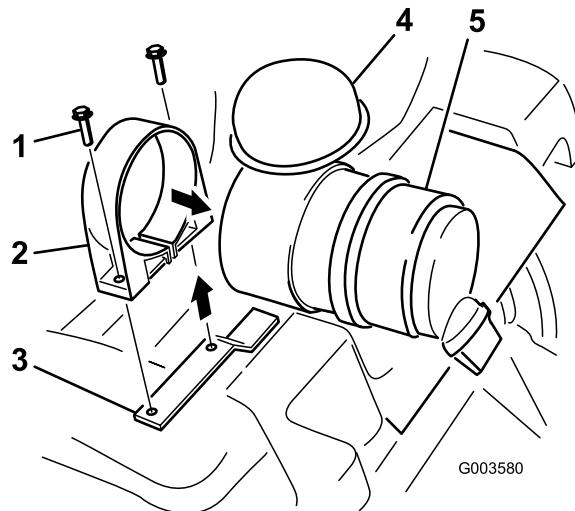

Figure 4
6. Ouvrez le collier du filtre à air et passez-le par dessus l'extrémité de la cartouche d'où le filtre a été sorti (Figure 4).